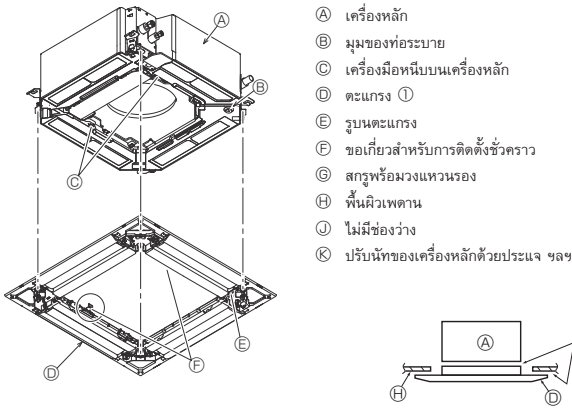

Fig. 9-6
9.4.2. การติดตั้งตะแกรงชั่วคราว (Fig. 9-6)
- ยึดตะแกรงเข้ากับเครื่องหลักโดยการขันสกรูก่อนติดตั้ง (Fig. 9-6)
ตรวจสอบให้แน่ใจว่าไม่มีช่องว่างระหว่างเครื่องหลักและตะแกรง หรือระหว่างตะแกรงและพื้นผิวเพดาน (Fig. 9-6)
- หลีกเลี่ยงขันสกรูแน่นเกินไป ให้ตรวจสอบว่าขอเกี่ยวตะแกรงสองอัน (Fig. 9-6) ยึดไว้แน่นเข้ากับขอเกี่ยวบนเครื่องหลักแล้ว